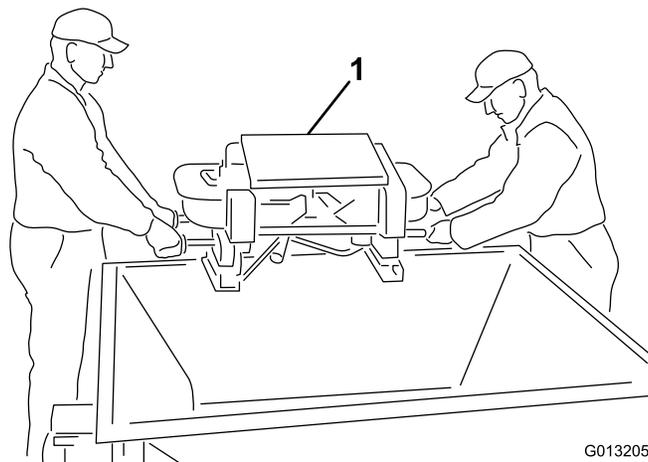

图5
4. 此步骤需要两个人来完成。使用双甩盘外部的握柄，将双甩盘从料斗中提出。将双甩盘放到地上（图5）。